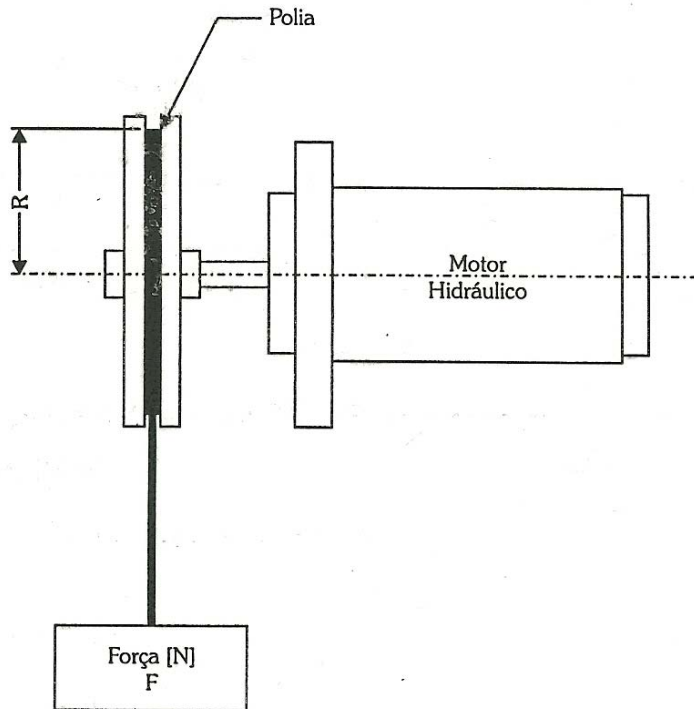

Figura 3.12 - Movimentação de uma carga por um motor hidráulico.
**Exemplo:** Dimensionar o motor hidráulico da figura 3.12 dados os seguintes valores: